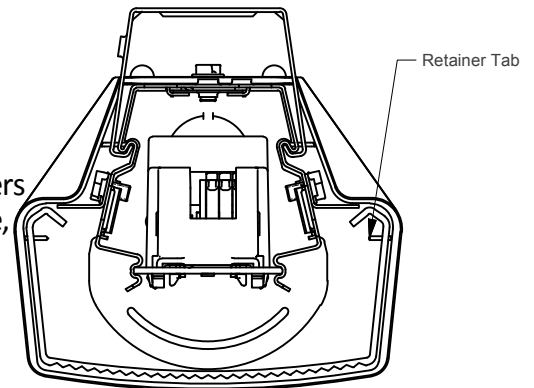

FIGURE 3: LENTILLE
A. À une des extrémités de la lentille, pousser vers l'intérieur, tel qu'illustré, pour dégager les languettes de retenue. (Voir Figure 3)